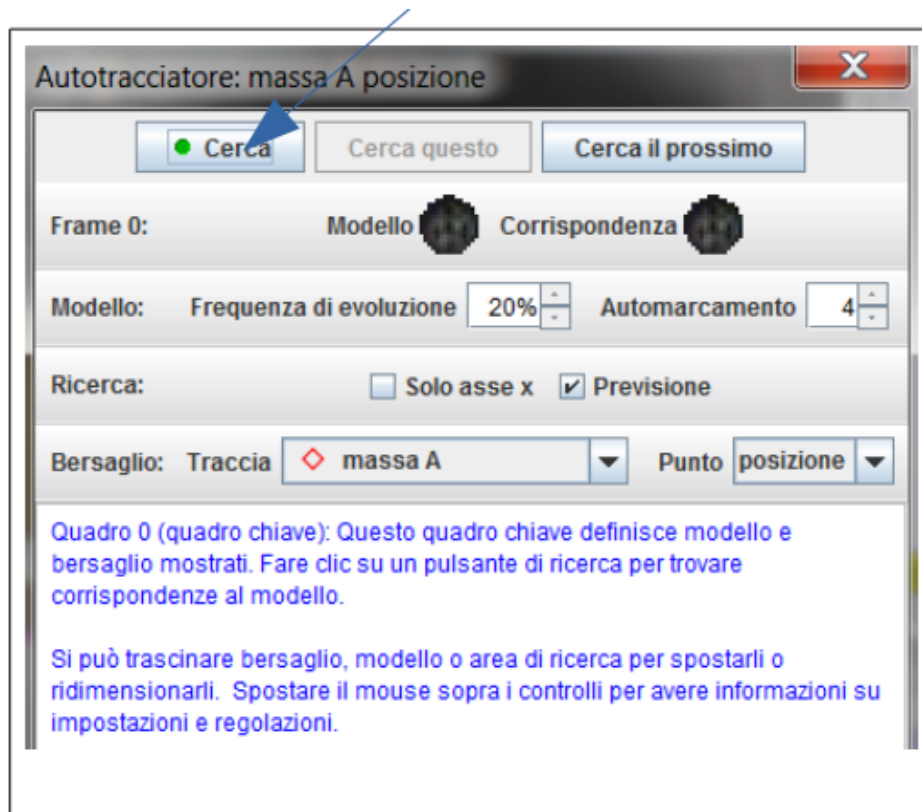

Figura 4
- Si può anche utilizzare la funzione di auto-tracker in cui il software capisce (o dovrebbe capire) che punto tracciare. La procedura per far ciò è identica fino all'inserimento del punto di massa, ma l'azione da effettuare è: Shift + Ctrl + click con mouse. Il cursore diventa rotondo e si apre la finestra "Autotracciatore"; selezionando "Cerca" il software inserisce i punti automaticamente. Potrebbe capitare che la funzione faccia degli errori: in tal caso eliminare i punti creati, centrare meglio il cursore e proseguire con l'auto-tracker. *Vedi figura 4;*